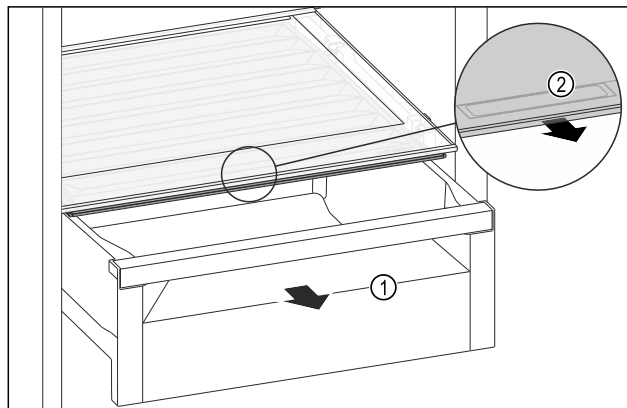

Fig. 159
- Izvucite ladicu Fig. 159 (1).
- Primite ručku Fig. 159 (2) na poklopcu pretinca i istodobno povucite poklopac pretinca prema naprijed.